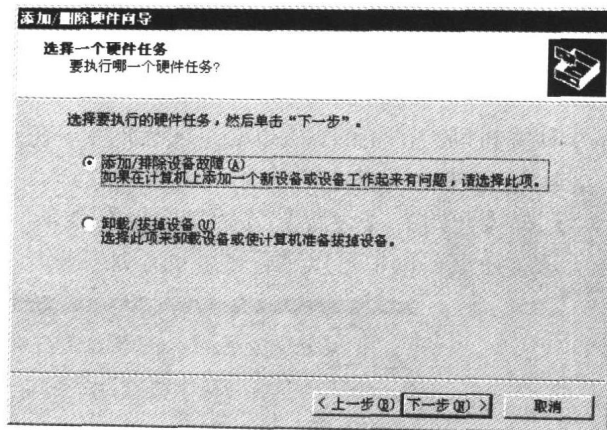
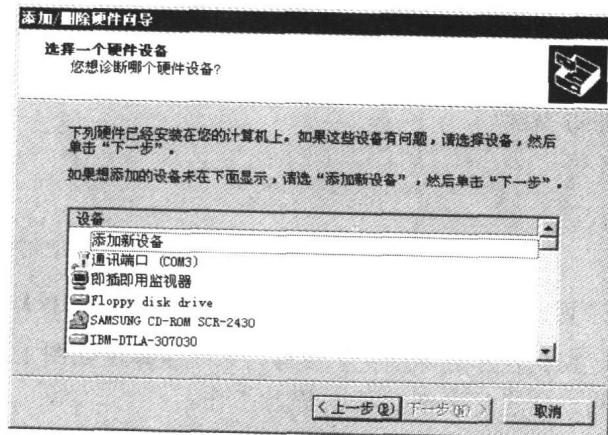

图 1.4 添加/删除硬件向导2
图 1.5 添加/删除硬件向导3
- (3) 单击【下一步】按钮,弹出如图 1.4 所示对话框,选择第 1 项进行新硬件的添加。系统将进行新硬件的搜索,当搜索完成后,将弹出如图 1.5 所示的选择新硬件设备对话框。